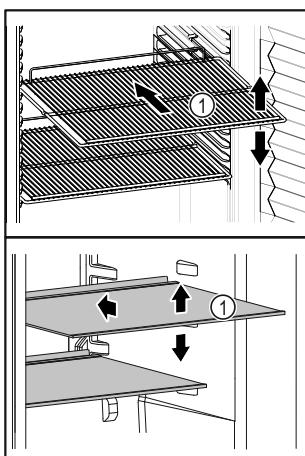

Fig. 65 Beispielhafte Darstellung
- Wenn Ablageflächen Fig. 65 (1) versetzbare sind, Ablageflächen je nach Höhe anpassen.